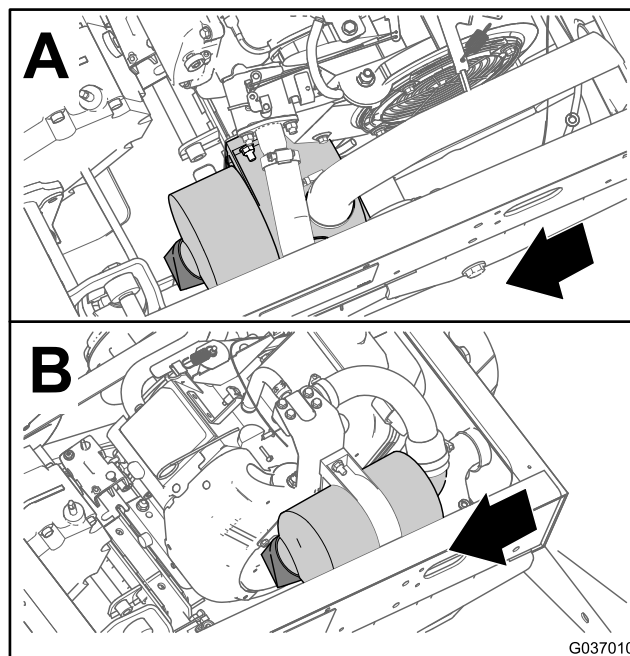
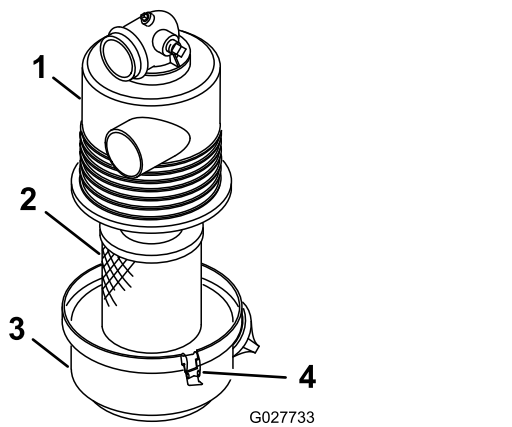

図 36
図 37
2. エアクリーナ本体にリーク原因となりそうな傷がないか点検する 図 36と 図 37。
- エアフィルタのカバーをエアフィルタのハウジングに固定しているラッチを外す 図 37。
- ボディからカバーを外し、カバーの内部を清掃する 図 37。
- エアフィルタのハウジングにエレメントを取り付ける (図 37)。
- エアクリーナのカバーとハウジングを合わせる 図 37。
- カバーをハウジングにラッチで固定する(図 37)。